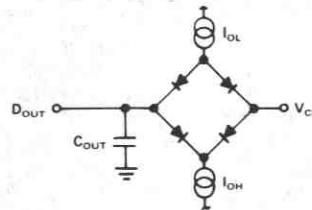

図3. バス・タイミング仕様のための負荷回路
4. OE/EOCEN(0.8V)の立下りエッジからデータ・ライン/EOCが2.0Vまたは0.8Vに達するまでを測定したもの。図3を参照; $C_{OUT} = 100pF$
5. OE/EOCEN(2.0V)の立上りエッジから出力電圧が0.5V変化するまでを測定したもの。図3を参照; $C_{OUT} = 10pF$